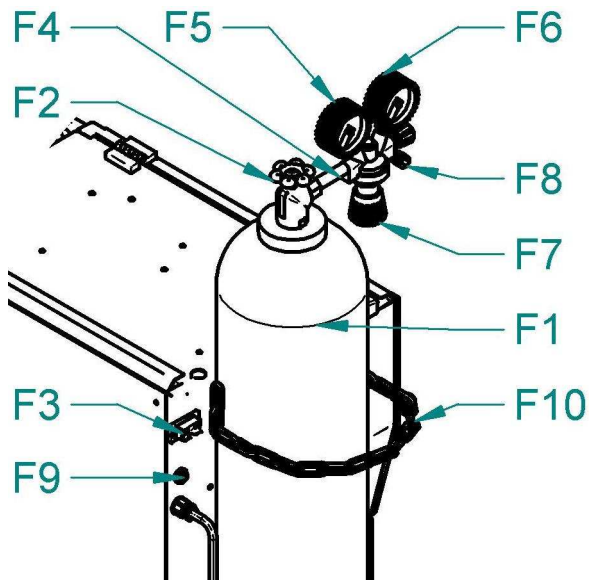

Abb. 7 - Einstellen des Gasflusses
1. Stecken Sie den Gasschlauch auf den Anschluss an der Maschine (Abb. 7, Pos. **F9**).
3. Drehen Sie an der Stellschraube (Abb.7. Pos.**F7**) an der unteren Seite des Reduktionsventiles solange bis der Strömungsmesser (Abb. 7, Pos. **F6**) die gewünschte Durchströmung anzeigt. Jetzt können Sie den Knopf wieder loslassen. Der optimale Durchströmungswert ist 10-15l/Min.